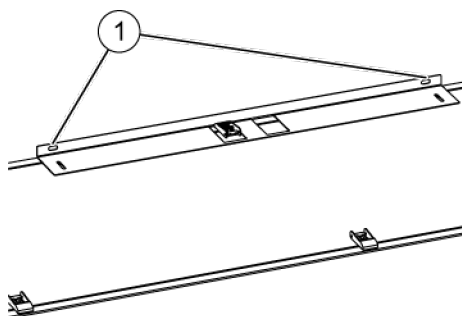

Abb. 55: Bohrlöcher
47. ➤ Bohrlöcher (Abb. 55/1) in der Wand markieren.